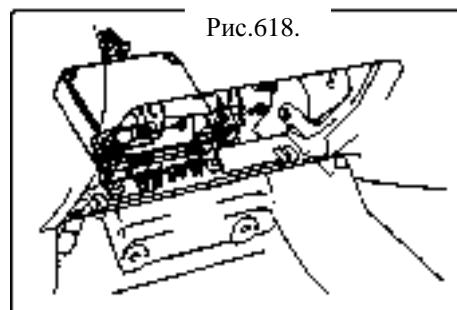

Рис.618.
- (b) Снимите два винта и отключите блок управления (рис.618).